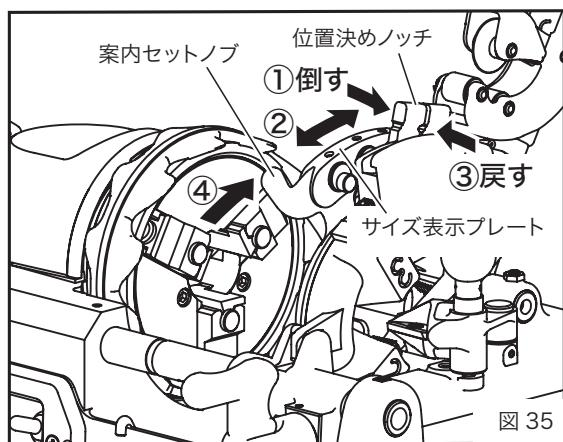
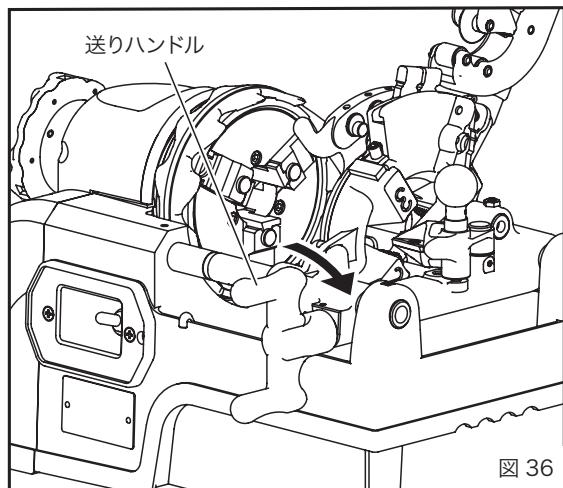

図 35
図 36
サイズ変更する場合 (図 35)
- ①位置決めノッチを図 35 の矢印①の方向に倒す。
- ②サイズ表示プレートに表示されている希望のパイプサイズに位置決めノッチを合わせる。(矢印②)
- ③位置決めノッチを矢印③の方向に倒しながら、ノッチの溝に位置決めピンをはめ込む。
2. 案内セットノブを矢印④の方向に止まるまで押すと、ダイヘッドはセットの位置になります。スイッチを入れると、オイルはダイヘッドから自動的に注油されます。
3. 送りハンドルを右回り方向に回して、パイプにダイヘッドを押しつけ、チエーザを食いつかせてください。(図 36)